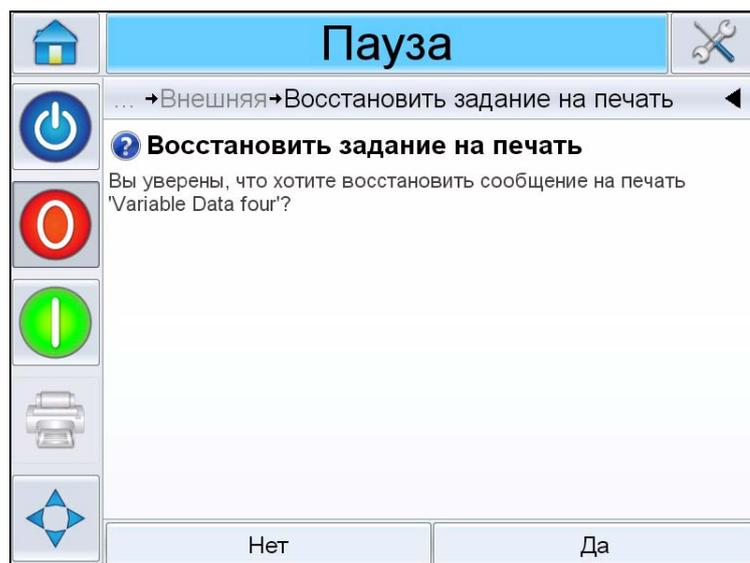

Рис. 5-32: Окно подтверждения
- 15 Для восстановления задания прикоснитесь к . Появляется окно подтверждения (Рис. 5-32). Для подтверждения коснитесь клавиши *Да*.